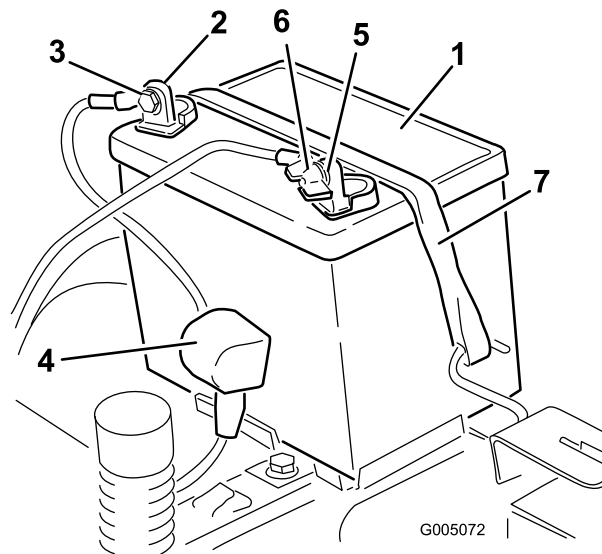

Figure 35
4. Débranchez le câble négatif (noir) de mise à la masse de la borne de la batterie (Figure 35).
6. Débranchez le câble positif (rouge) de la borne de la batterie (Figure 35).
7. Déposez la barrette de maintien de la batterie (Figure 35) et soulevez la batterie de son support.
1. Placez la batterie dans son support (Figure 35).
5. Fixez la batterie en place à l'aide de la barrette de maintien (Figure 35).